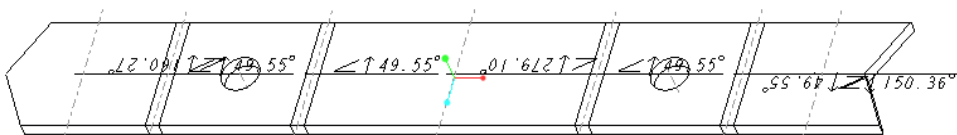

图 5-201 展平效果
(1) 从功能区的“模型”选项卡中单击  (展平) 按钮，打开“展平”选项卡。
(2) 接受默认的固定几何参考，在“展平”选项卡中单击  (完成) 按钮，展平效果如图 5-201 所示。